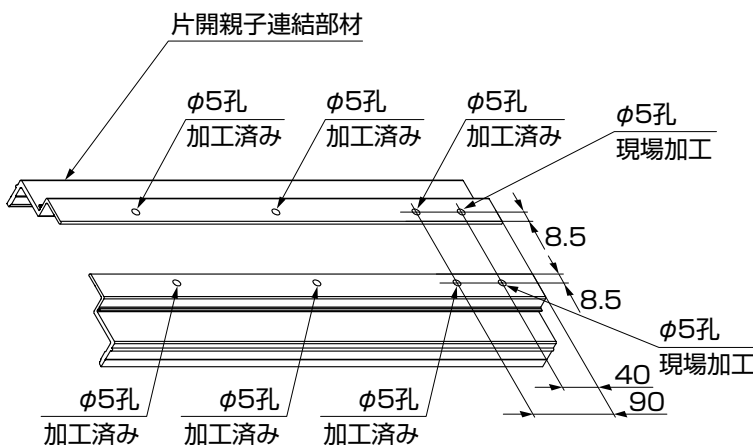

図5-4
①PG型Rの場合は、図を参照して、2本の片開親子連結部材を対称に端部から40mmの位置にφ5孔を加工してください。(図5-4参照)
●PG型Rは他機種と框の長さが違うため、端部から90mmの位置にある加工済みのφ5孔は、使用しません。(図5-4参照)